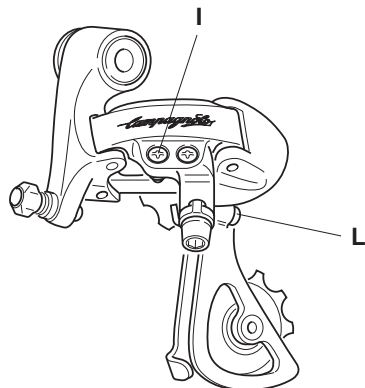

Fig. 17
**I** • Verificare che la vite (I - Fig.17) sia opportunamente regolata: azionando il comando del cambio con catena sul pignone più grande, il bilanciere interno del cambio NON deve venire a contatto dei raggi.
- Eventualmente, se la parte superiore del bilanciere tocca i pignoni, girare la vite (L - Fig.17) in senso antiorario fino a che il bilanciere si allontana.
**GB** • Make sure that the screw (I - Fig. 17) is correctly adjusted: by operating the gear lever with the chain on the largest sprocket, the inner plate of the derailleur cage MUST NOT come into contact with the spokes.
- If the upper part of the cage touches the sprockets, turn the screw (L - Fig. 17) anticlockwise until the cage withdraws.
- D** • Kontrollieren ob die Schraube (I - Abb. 17) sachgemäß justiert ist: wird der Schaltwerkhebel betätigt und die Kette befindet sich dabei auf dem größten Ritzel, so darf der innere Schaltwerkkäfig NICHT die Speichen berühren.
- Sollte der obere Teil des Schaltwerkkäfigs die Ritzel berühren, die Schraube (L - Abb. 17) so lange im Uhrzeigersinn anziehen, bis sich der Schaltwerkkäfig distanziert.
- E** • Verificar que el tornillo (I - Fig.17) esté debidamente ajustado: accionando la leva del cambio con la cadena en el piñón más grande, el balancín NO debe tocar los radios.
- Si la parte superior del balancín toca con los piñones, girar el tornillo (L - Fig.17) en sentido antiorario hasta que el balancín se separe suficientemente
- NL** • Controleer of de schroef (I - Fig. 17) correct is afgesteld: beweeg de schakelhandle zodat de ketting op het grootste tandwiel ligt, de binnen geleidingsplaat MAG HIERBIJ NIET de spaken van het achterwiel raken.
- Indien het bovenste deel van de geleideplaat de tandwielen raakt, draai dan de schroef (L - Fig. 17) tegen de wijzers van de klok in totdat de geleideplaat niet meer raakt.